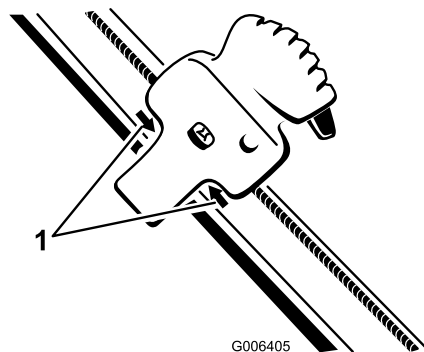

Figura39
2. Poziționați controlul Quick Shoot între cele două săgeți localizate pe partea dreaptă a mânerului superior (Figura39).